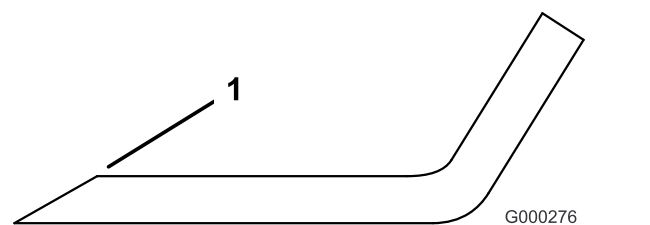

Figura 92
3. Zkontrolujte řezné hrany všech žacích nožů a naostřete je, pokud jsou tupé nebo jsou na nich vruby (Figura 92).
Nota: Bruste pouze horní část řezné hrany a udržujte původní úhel řezu, abyste dosáhli ostré hrany (Figura 92). Vybálení nože zůstane beze změny, jestliže odstraníte z obou řezných hran stejné množství materiálu.